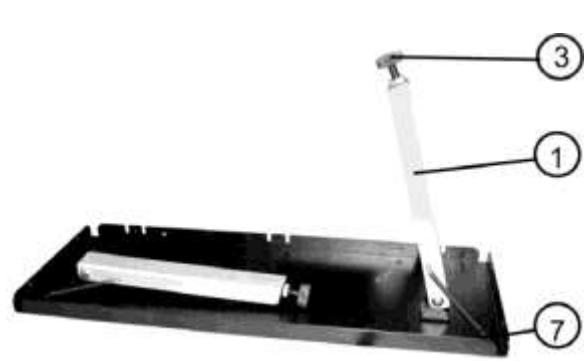

Рис.3
8.4. При необходимости установите удлинитель стола (7), для чего поверните стойки (1) удлинителя стола (7) на 90°, Рис.3, и в пазы рабочего стола (10) вставьте ответную часть удлинителя стола (7), Рис.2а. Удлинитель рабочего стола устанавливается как с правой, так и с левой стороны стола. Вращением винтов опоры (3) выровняйте поверхности рабочего стола (10) и удлинителя стола (7), Рис.2а, 3.